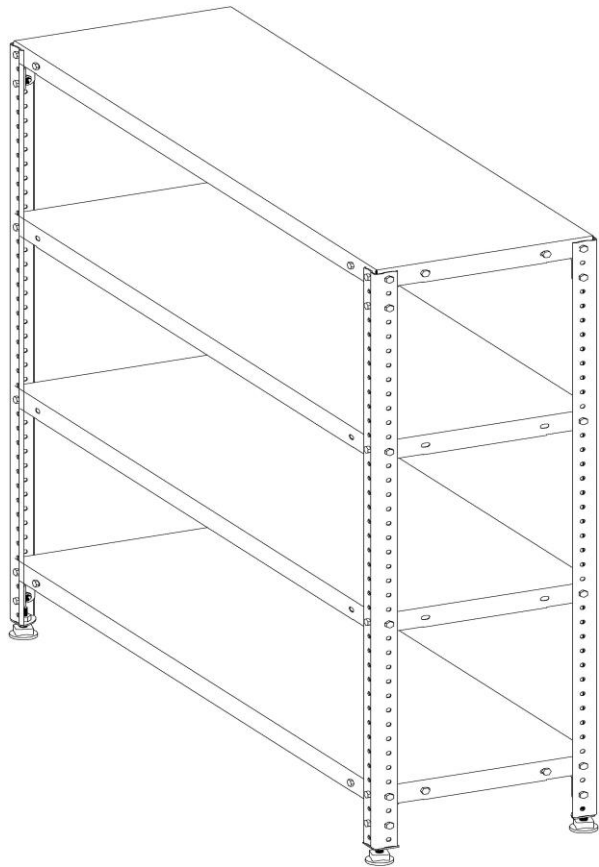

Рис. 1. Складской стеллаж
4.1. Стеллаж представляет собой металлоконструкцию, собранную из унифицированных конструктивных элементов (см. рис. 1).